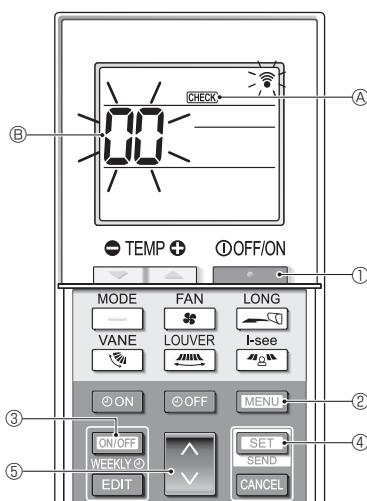

Fig. 7-6
7.3.2. Kablosuz uzaktan kumanda için (Fig. 7-6)
- Klimayı durdurmak için düğmesine ① basın.
- Haftalık zamanlayıcı etkinleştirilmişse (WEEKLY açık), devre dışı bırakmak (WEEKLY kapalı) için düğmesine ③ basın.
- 5 saniye boyunca düğmesine ② basın.
- Ekranda ④ görünür ve ünite kendi kendine denetim moduna girer.
- Kendine kendine denetim işlemini yapmak istediğiniz iç ünitenin soğutucu adresini (M-NET adresi) ⑤ seçmek için düğmesine ⑥ basın.
- düğmesine ④ basın.
- düğmesine ① basın.
- ④ ve soğutucu adresi (M-NET adresi) ⑤ kaybolur ve kendi kendine denetim tamamlanır.